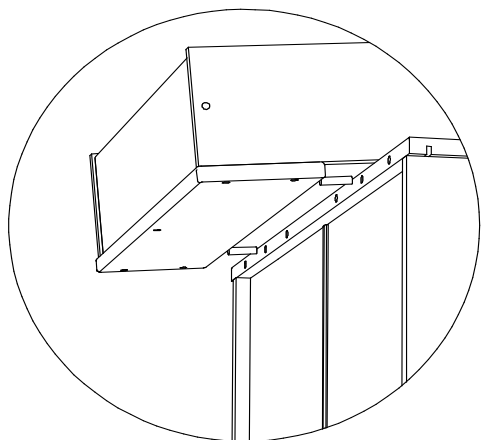

рис.2
4. Установить надстройку для пеленания на крышку комода, задвинув шканты в отверстия крышки комода (рис.2). Установить надстройку для пеленания можно в одно из трех положений.